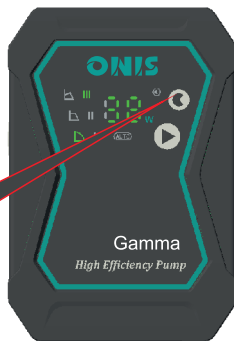

Рис. 9.
8.3.1. При регулировании байпасного клапана надо обеспечить чтобы насос работал в режиме скорости I (рис. 9.) Это обеспечит минимальный расход в системе. См. Руководство производителя байпасного клапана.